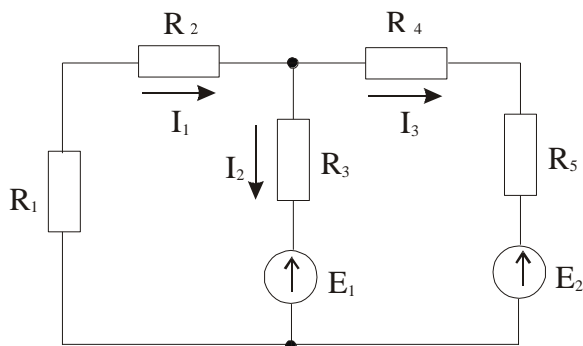

Рис. 12. Схема электрической цепи
**Пример.** Найти токи в ветвях схемы рис. 12, при следующих исходных данных:
9. Для схемы (рис. 12), определите токи в ветвях при следующих исходных данных:  $E_1 = 10V$ ,  $E_2 = 30V$ ,  $R_1 = R_3 = 20 \text{ Ом}$ ,  $R_2 = R_4 = R_5 = 20 \text{ Ом}$ .